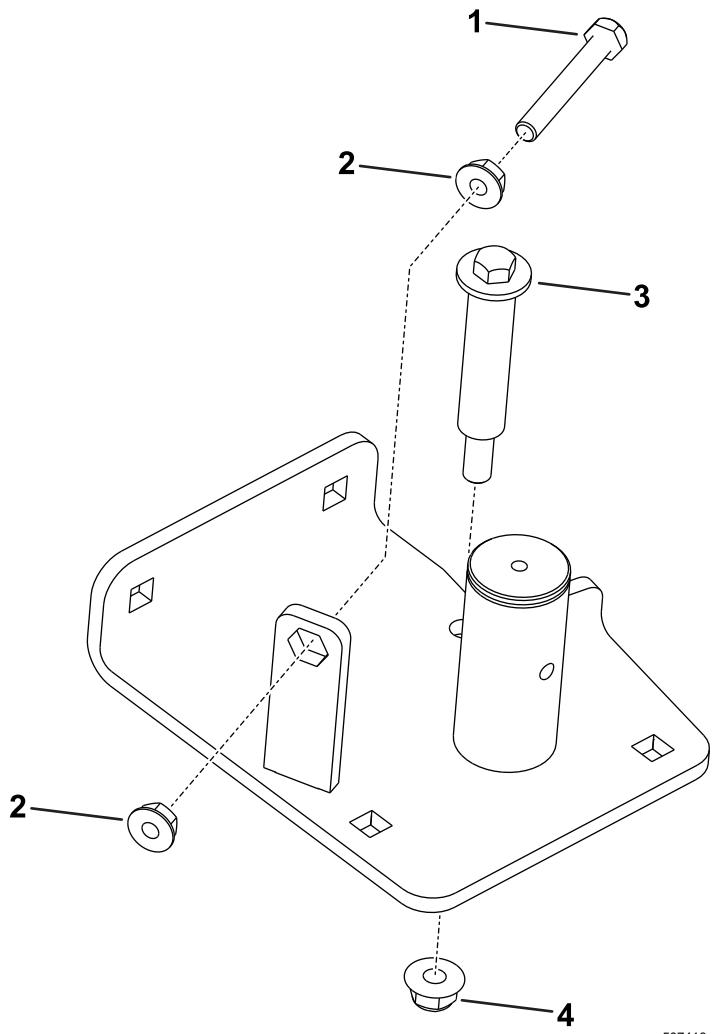

Bild 5
1. Verwenden Sie zwei Bundmuttern ($\frac{5}{16}"), um die Sechskantschraube an der neuen Spannschwinge zu befestigen (Bild 5).$
5. Montieren Sie eine Bundmutter ($\frac{3}{8}$ ") und eine Ansatzschraube an der Spannschwingenplatte (Bild 5).